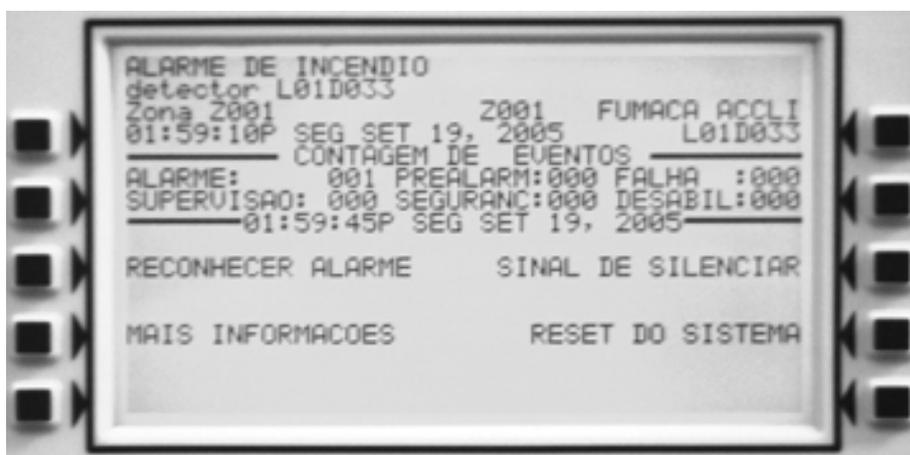

Figura 2.2 Exemplo de Mensagem de Alarme de Incêndio
- Exibe o texto ALARME DE INCÊNDIO no canto superior esquerdo do display, um Código de Tipo, que indica o tipo de dispositivo que ativou o alarme de incêndio, e outras informações específicas do dispositivo. A mensagem ocupa as primeiras quatro linhas da tela, substituindo a mensagem de Sistema Normal, como mostrado na Figura 2.2. Consulte o item “Formato de Eventos Pontuais”, na página 13 para ver uma descrição completa de cada campo da mensagem.